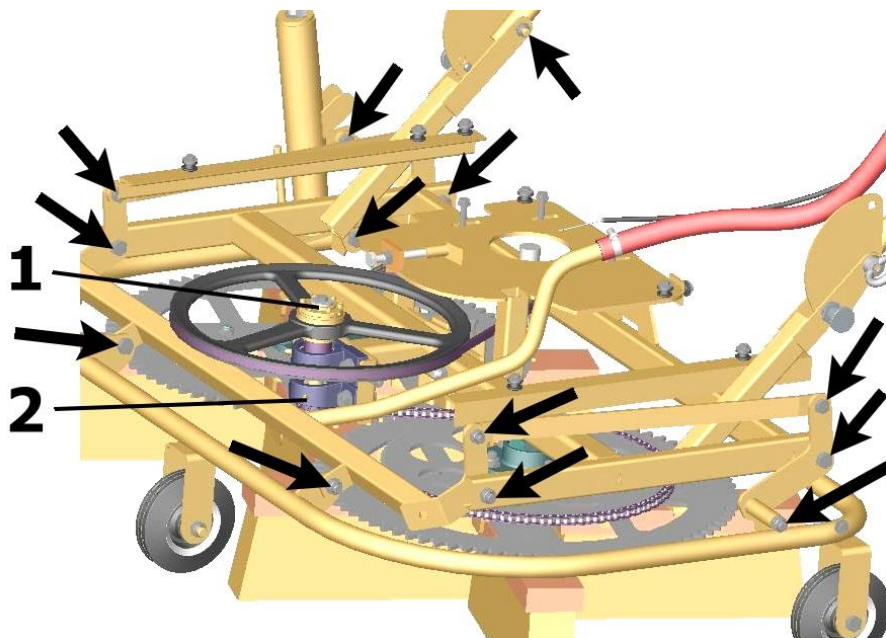

Bild 2
- **Befestigungsschrauben bei beweglichen Teilen nicht zu fest nachziehen.** (Siehe Pfeile ↙ ↗ in Bild 2)
Rutschkupplung (siehe Pos. (1) in Bild 2) dient als Überlastsicherung und sollte bei Störungen (Durchdrehen der Rutschkupplung (1) während des Betriebes) nachgezogen werden.
Halbjährliche Schmierung der Rutschkupplung über Schmiernippel (siehe Pos. (2) in Bild 2) mit Fett nachfüllen.